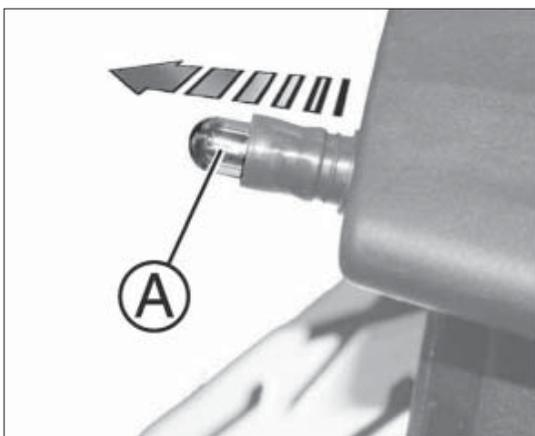

fig. 6
- desconecte la lámpara A fig. 6 del portalámpara.
- sustituya la lámpara estropeada y vuelva a conectar la nueva lámpara al portalámpara A fig. 6, asegurándose de que esté bien acoplada;